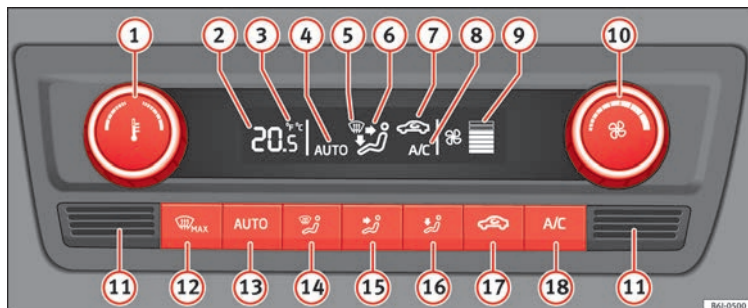

Abb. 171 Climatronic: Bedienelemente
-  **Abb. 171** eingeschaltet.
Wenn Sie eine Taste drücken, wird die jeweilige Funktion eingeschaltet und die Klimaautomatik in Betrieb genommen, falls diese ausgeschaltet war, dies erfolgt außer bei Taste **Abb. 171** (Umluft).
- Drehen Sie den Schalter **10** nach links, bis sich die Segmente der Spalte **Abb. 171** ausschalten.
- Drücken Sie die Taste  **Abb. 171**.
Drücken Sie gleichzeitig **2 Sekunden** lang die Tasten  und  » **Abb. 171**. Auf dem Display erscheinen die Daten in der gewünschten Einheit.
- Im unteren Teil befindet sich der Innenraumtemperatursensor **Abb. 171**. Überkleben oder überdecken Sie den Sensor nicht, da sonst die Climatronic ungünstig beeinflusst werden könnte.
- Drücken Sie die Taste  **Abb. 171**. Auf dem Display erscheint **AUTO**.
- Nach dem Einschalten der Zündung können Sie mit dem Drehregler **Abb. 171** die gewünschte Innentemperatur einstellen.
- Drücken Sie die Taste  **17** » **Abb. 171**. Das Symbol  erscheint auf dem Display.
- Drücken Sie die Taste  **17** » **Abb. 171**. Das Symbol  auf dem Display verschwindet.
- Drehen Sie den Regler **10** » **Abb. 171** nach links (Gebläsedrehzahl verringern) bzw. nach rechts (Gebläsedrehzahl erhöhen).
- Drücken Sie die Taste  **12** » **Abb. 171**.
- Drücken Sie mehrmals die Taste  **12** » **Abb. 171** oder drücken Sie die Taste .